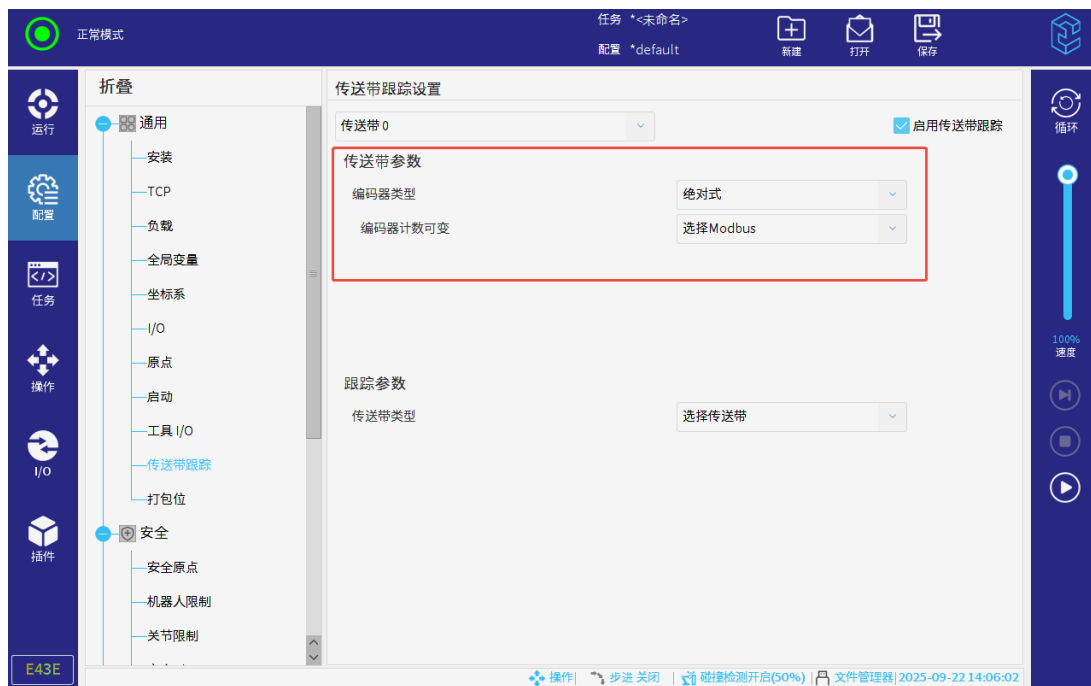

图 3-128: 配置传送带参数
4. 选择“编码器计数可变”为设置的“Modbus”，如图 3-128所示。